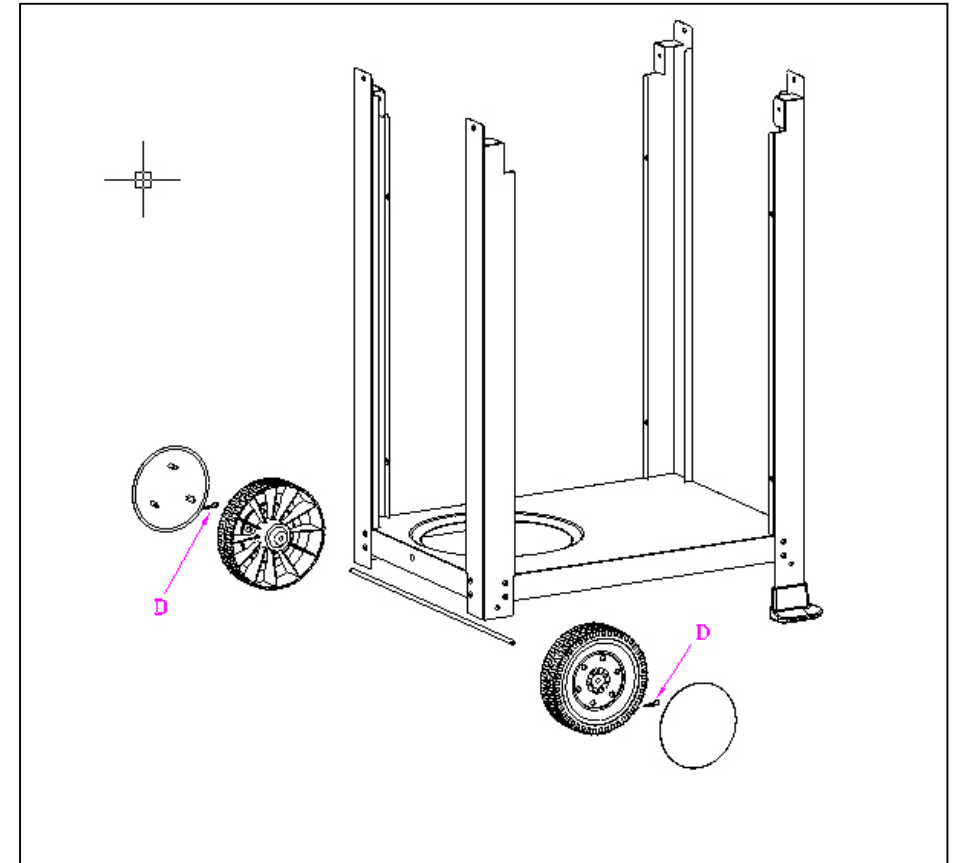

Abbildung 2
2. Verbinden Sie die Radbefestigung mit den Splinten (Typ D). Montieren Sie die Räder und die Achse an den Füßen (Abb. 2).